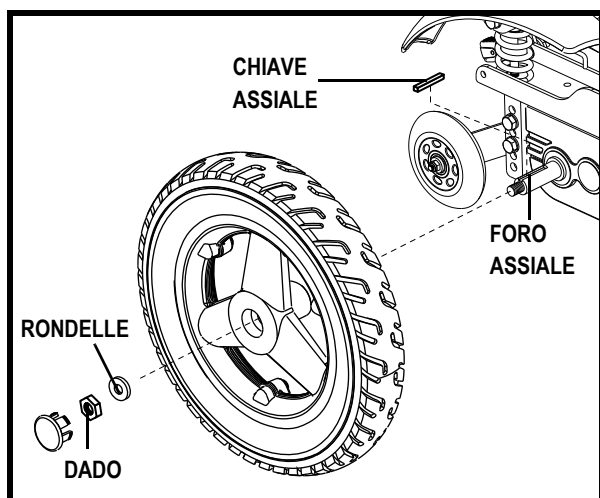

Figura 24. Ruota Motrice della Vogue
4. Rimuovere il dado e rondelle dal assale della ruota. Vedere figura 24.